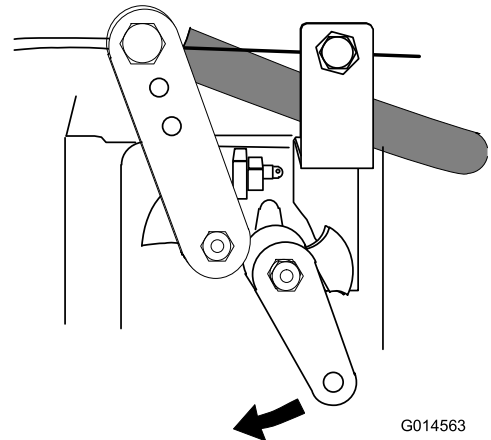

Figura 27
3. Gire la llave de contacto a la posición DESCONECTADO (0).
Si el motor no se para cuando la llave de contacto se gira a DESCONECTADO (0), mueva hacia adelante la palanca de parada del motor (Figura 27).